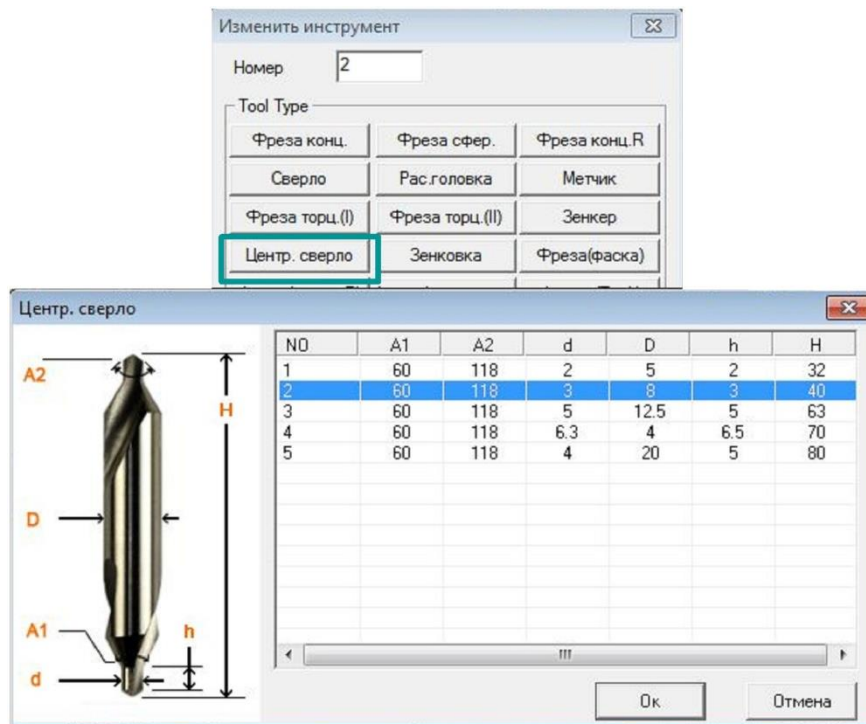
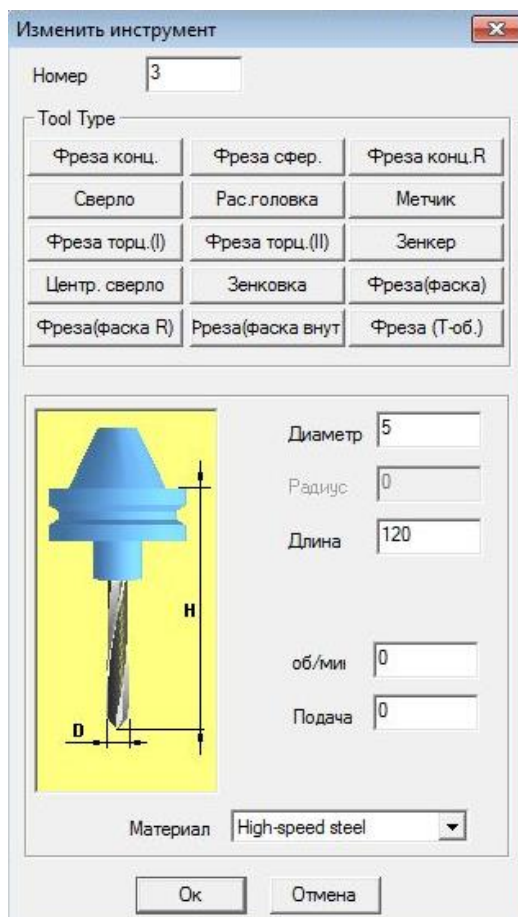

Рисунок 3.8 - Параметры центрального сверла
Рисунок 3.9 - Параметры сверла
4.3. На основа різальних інструментів 002, 003 та 004 скориставшись клавішею «Змінити» в «Бібліотеці інструментів» створіть нові інструменти: центрувальне свердло, свердло, мітчик. Виберіть центрувальне свердло, як показано на рис. 3.8. Для свердла та мітчика задайте параметри інструментів, як показано на рис. 3.9 та 3.10.